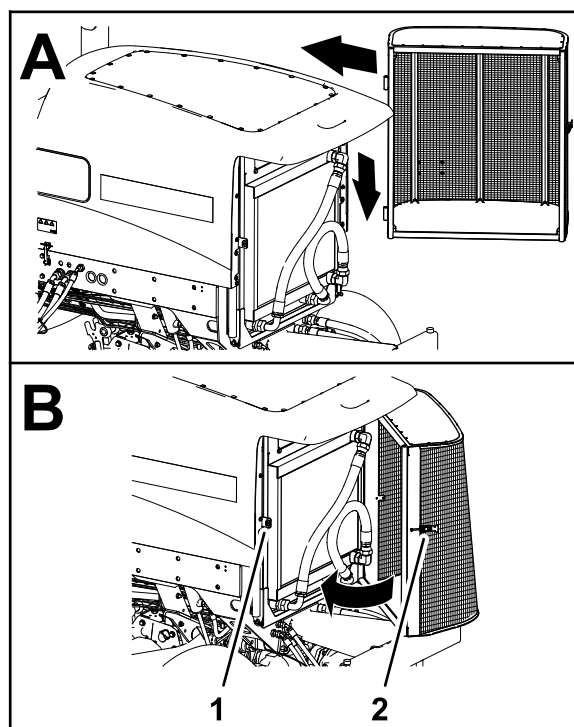

Figura 158
8. Montai ecranul pe uruburile balamalelor (Figura 158).